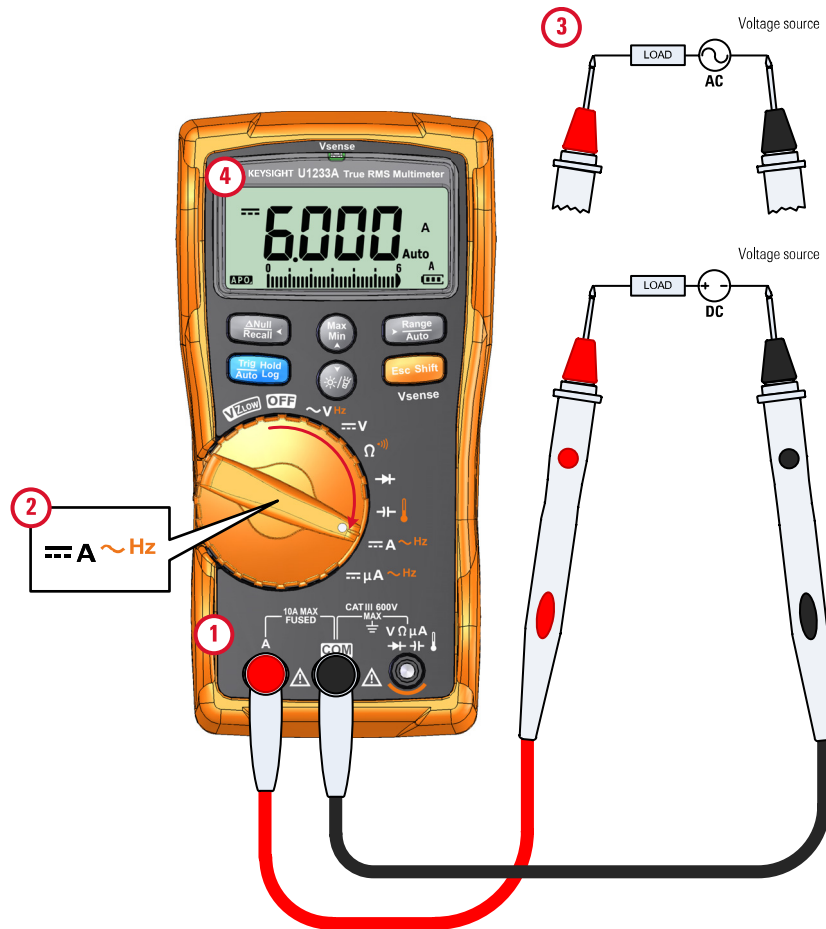
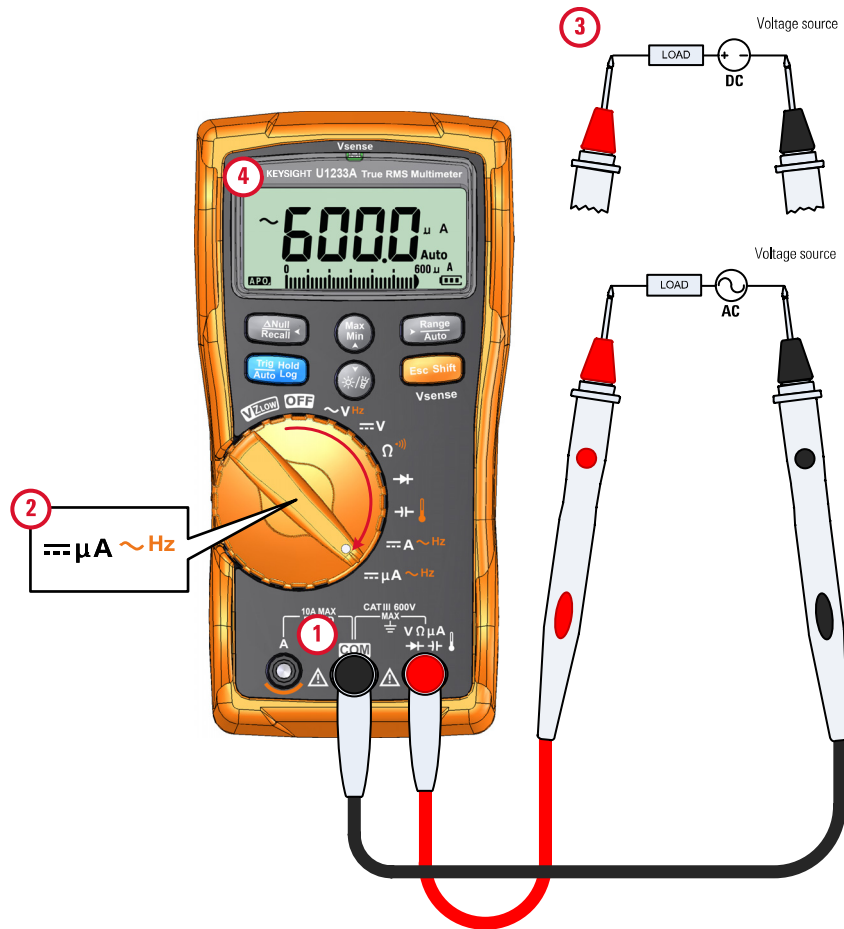

Figura 2-24 Medición de corriente de CC/CA (hasta A)
Figura 2-25 Medición de corriente de CC/CA (hasta  $\mu\text{A}$ )
Configure el multímetro para medir corriente de CA o CC como se muestra en la Figura 2-24 y en la Figura 2-25. Controle los puntos de prueba y lea la pantalla.
- 1 Configure el multímetro para hacer mediciones de  $\mu\text{A}$  como se muestra en la Figura 2-25.